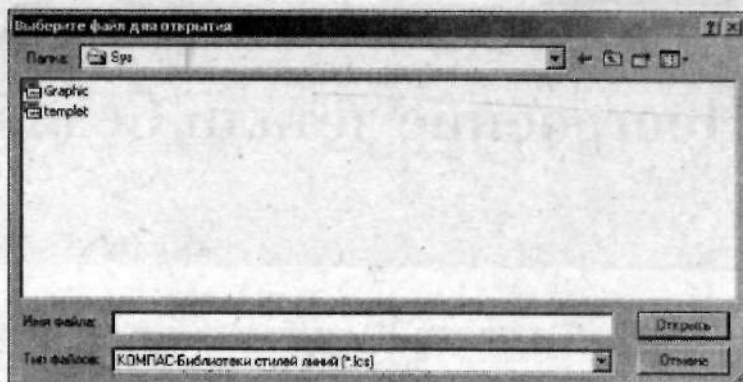

Рис. 2.28. Диалоговое окно выбора библиотеки стилей линий
4. Щелкните по кнопке **Библиотеку**, расположенной в правой части окна. Откроется диалоговое окно выбора библиотеки стилей линий (рис. 2.28).